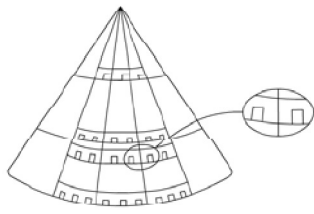

Figura 2
- Para marcar la división entre las zonas 2 y 3, corta una teja de un tercio de ancho y colócala exactamente entre las dos líneas verticales y traza una línea alrededor del cono (ver figura 2).